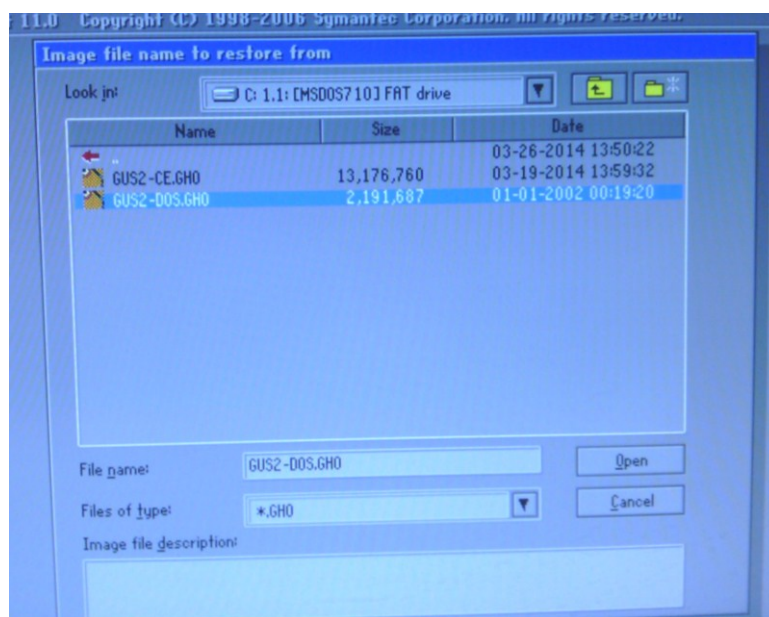

图 2-6 选择 ghost 文件
- 7) 选择 DOS 的 ghost 文件（如图 2-6 所示），确定；选择好控制器的磁盘后确认，等待 ghost 完成后拔掉 USB 启动盘，重启控制器即可。